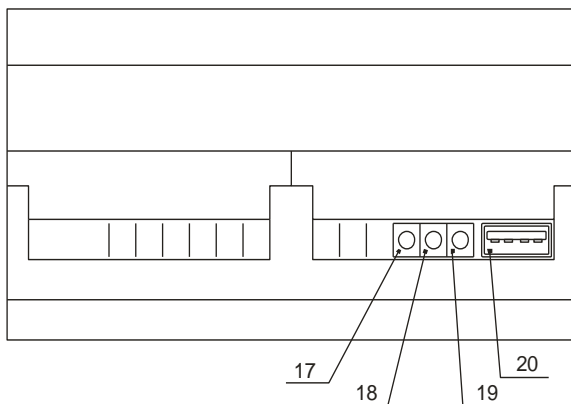

Рисунок 1 – внешний вид контроллера, расположение его органов индикации и управления
8.7.1 Индикация текущего адреса контроллера на шине RS-485 осуществляется при включении, с помощью светодиодов «связь» и «опрос» рисунок 1. Адрес может принимать значение в интервале 1 – 247. По умолчанию производителем присвоен адрес - 1.
8.7.3 Одновременно горящие светодиоды «опрос» (рис.1) и «связь» обозначают разряд сотен адреса, отдельно горящий светодиод «опрос» обозначает разряд десятков адреса, отдельно горящий светодиод «связь» обозначает разряд единиц адреса.